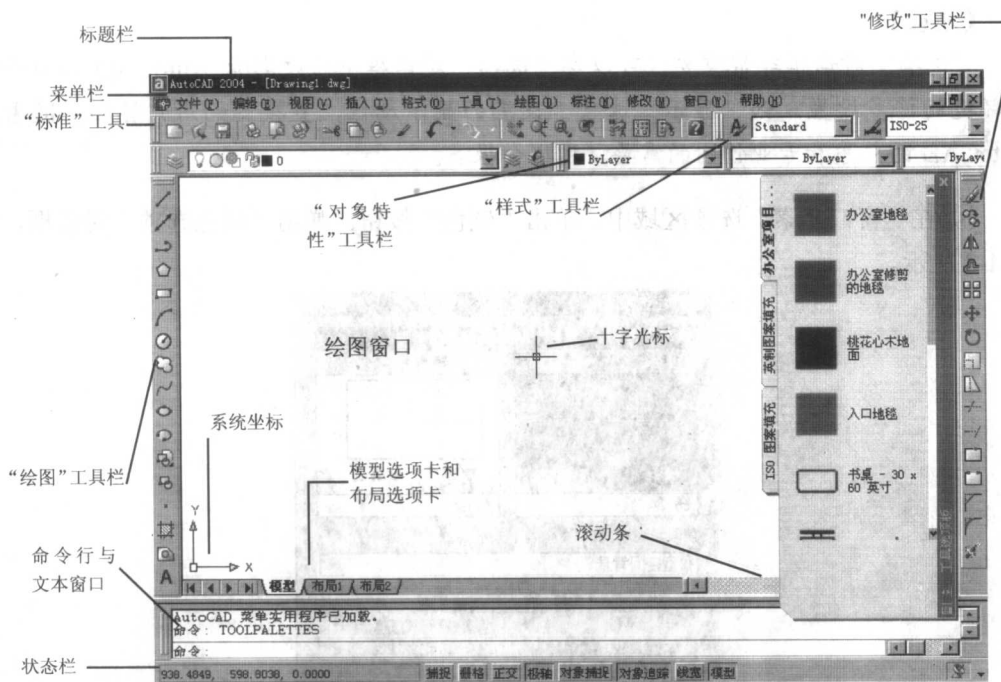

图 1-1 AutoCAD 2004 窗口
打开 AutoCAD 2004，发现系统用户界面较之前版本改进最大的有两点：一是采用 Windows XP 外观；二是出现了浮动窗口“工具选项板”，窗口中选项卡形式的区域提供了组织块和图案填充的有效方法，为专业的工程绘图带来了极大的便利，并且可以根据需要做灵活的改进。注意效果图和图 1-1 的差别，本实例将绘图窗口的背景颜色改为白色、对工具选项板窗口做调整。
(1) 将绘图窗口的背景颜色改为白色。
① 启动 AutoCAD 2004 绘图软件(如图 1-1 所示)：双击桌面上的  图标(也可以单击“开始”→“程序”→Autodesk→AutoCAD 2004 命令从程序组中启动)。
当第 1 次启动 AutoCAD 时，系统自动打开如图 1-1 所示窗口，窗口标题栏、选项卡垂直布置更加紧凑；窗口中间是可以插入到图形中的块和图案填充工具，右边有滚动条